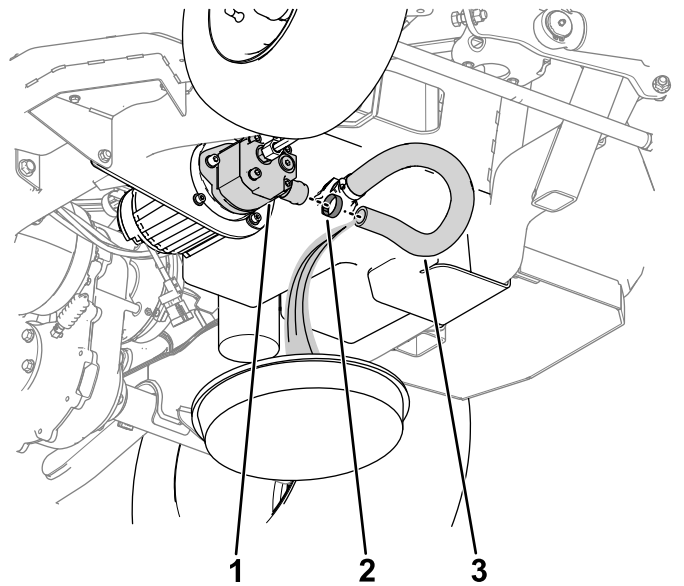

図 56
- A. ポンプからホースとホースクランプを取り外す (図 56)。
- B. 作動油がホースからドレンパン (図 56) に排出されるようにする。